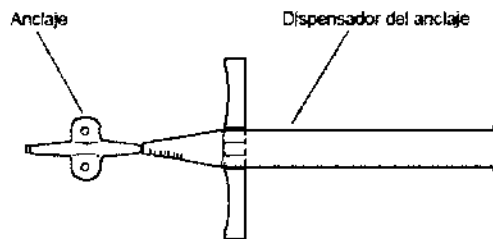

Figura 7. Dispensador del anclaje con un anclaje.
16. Localice el dispensador del anclaje y el anclaje acoplado (Figura 7).